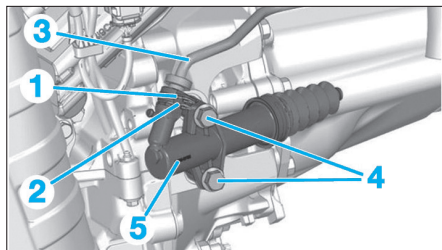

Fig. 10
- Déverrouiller les agrafes (1) et (2) sans les déposer (Fig.10).
- Désaccoupler le tuyau hydraulique (3).
- les 2 vis (4),
- le cylindre récepteur (5).